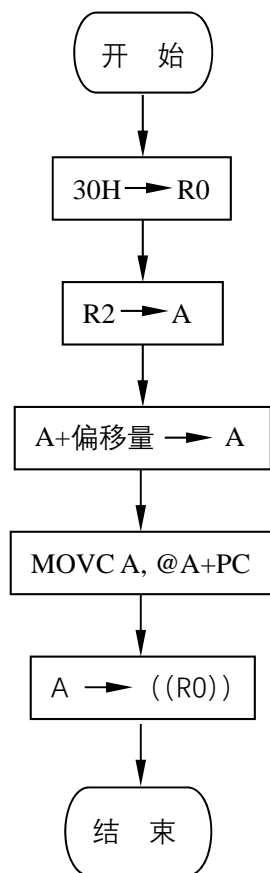

图 2-1 程序流程图
1. R2 寄存器存有数 0~9 的 BCD 码，利用查表程序求其平方值，并存于 R0 所指的内部数据存储器中，先将 0~9 的平方值的 BCD 码存于程序存储器中，标号为 TABLE。程序流程图（见图 2-1）、源程序如下：